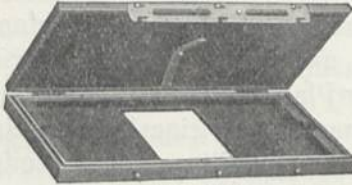
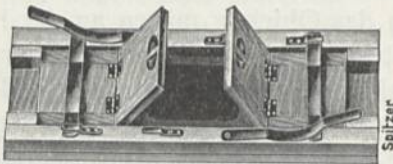

Abb. 137.
Abb. 138.
Teilung der Kamera mittels der Scheidewand und entsprechender Stellung des oder der Objektive vom rechts stehenden Objektiv das Bild auf die rechte Hälfte, vom links stehenden Objektiv das Bild auf die linke Hälfte der Platte geworfen. Kopiert man von einem solchen Negativ auf Papier oder eine Diapositivplatte, so befindet sich das für das rechte Auge bestimmte Bild links, das für das linke Auge bestimmte rechts. Damit die beiden Bilder im Stereoskop oder beim direkten Sehen in eins verschmelzen, müssen sie erst richtig gestellt werden, indem man entweder die Negative oder Kopien oder Diapositive auseinanderschneidet und die Bilder umstellt oder indem man mittels eines besonderen **Stereo-Kopierrahmens**1) (Abb. 137 u. 138) die positiven Bilder vom unzerschnittenen Negativ auf ein unzerschnittenes Blatt Papier oder dgl. kopiert oder schließlich, indem man mit einem, mit zwei gleichen Objektiven ausgestatteten **Stereo-Umkehrapparat** der *Zeiß Ikon Ges.* Diapositive oder Bromsilberkopien durch Aufnahmen herstellt.
1) z. B. von der *Zeiß Ikon Ges.* (für Entwicklungspapiere und Diapositive) Abb. 137 und von *Rud. Otte* (für Auskopierpapiere; Vertrieb durch Spitzer-Berlin) Abb. 138.